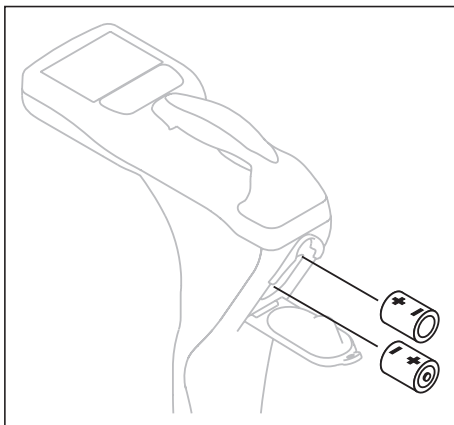

Abb. 13: Batteriewechsel
3. Legen Sie die neuen Batterien ein. Achten Sie dabei auf die korrekte Polung (Abb. 13).